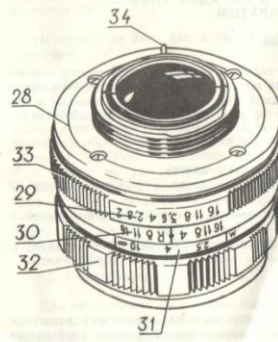

Рис. 4.
Видоискатель фотоаппарата имеет линзу Френеля, в середине которой находится два устройства наводки на резкость: микроастр (кружок), расположенный в середине поля, и кольцевое поле матированной поверхности. Наблюдая за объектом съемки, вращением фокусирующего кольца 32 (см. рис. 4) добейтесь наилучшей резкости изображения на микроастре или в кольцевом поле матированной поверхности. Наводку на резкость рекомендуется производить при полностью открытой диафрагме. Наилучшая резкость получается, когда изображение видно отчетливо, без явлений рябины в поле микроастры. Поле матированной поверхности используются преимущественно при микро- и макросъемках или при наименьших относительных отверстиях диафрагмы.
4.2. Узлы объектива (см. рис. 4)